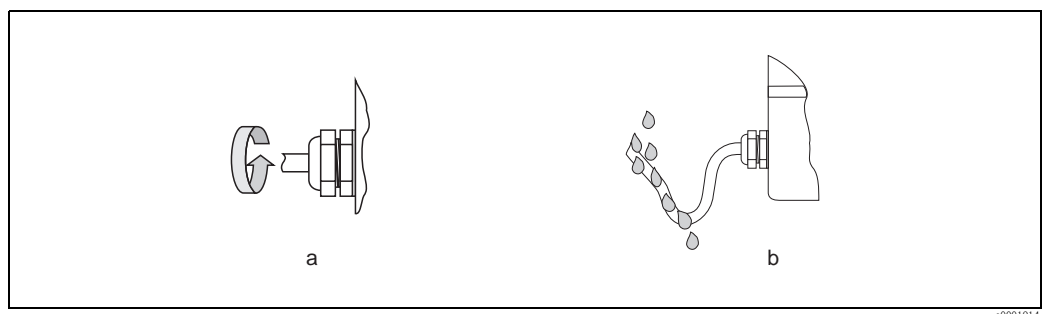

Abb. 17: Montagehinweise für Kabeleinführungen
- Das Kabel muss vor der Kabeleinführung in einer Schlaufe ("Wassersack") verlegt sein (Punkt **b** → Abb. 17). Auftretende Feuchtigkeit kann so nicht zur Einführung gelangen.